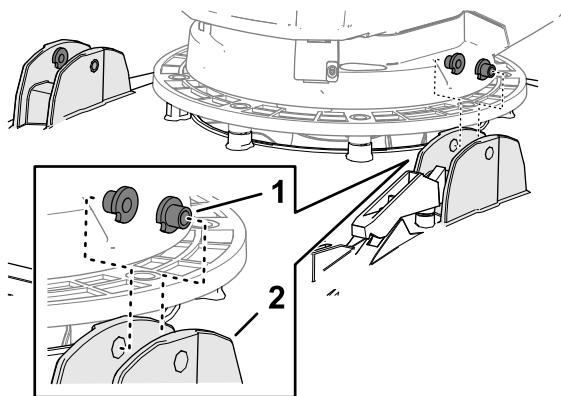

Figure 5
1. Insérez 2 douilles en T dans les brides de montage du guidon sur le plateau de coupe (Figure 5).